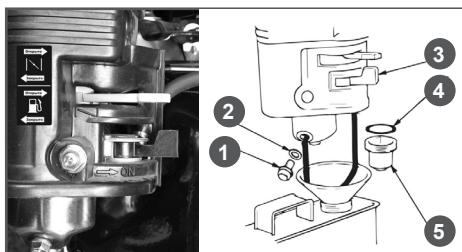

Рис.24 Обслуживание
1. Установите топливный рычаг в положение «ЗАКРЫТО» Рис. 24.